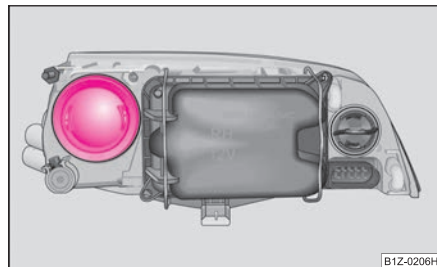

Fig. 232 Caperuza protectora de la bombilla para luz de carretera
- Desmonte la cubierta protectora por el lado posterior del faro ⇒ fig. 232.